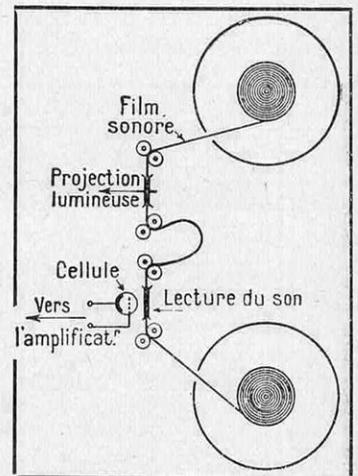
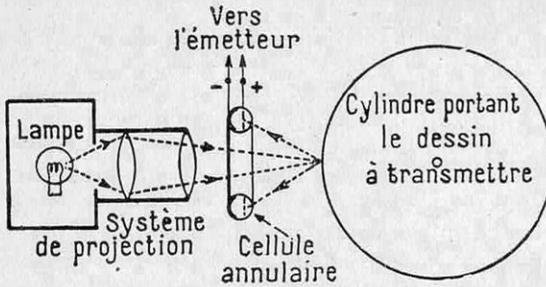

FIG. 7. — FONCTIONNEMENT D'UN APPAREIL DE PROJECTION D'UN FILM SONORE
FIG. 9. — SCHÉMA DE PRINCIPE DE LA TRANSMISSION DES IMAGES A DISTANCE
sion — où la couche sensible doit recevoir le plus grand flux lumineux possible — jusqu'aux cellules naines pour le cinéma parlant, dont certaines n'ont pas plus de 1 centimètre de diamètre. On peut encore citer l'iconscope de Zvorykine (1) où, sur une surface de 130 cm2 se trouvent assemblées plus de 150.000 cellules élémentaires. La figure 9 montre le schéma d'utilisation d'une cellule percée d'un trou central, ce qui lui donne la forme d'un anneau, employée pour la transmission des images à distance.
des cellules photoélectriques, il faut citer tout d'abord le film sonore, la transmission à distance des dessins et des photographies, et aussi la télévision, bien que cette dernière n'ait pas encore pris jusqu'à présent une grande extension. Nous ne nous étendrons pas ici sur les solutions qu'ont reçues ces trois problèmes ; leur intérêt est si grand qu'ils mériteraient chacun une étude spéciale. *La Science et la Vie* n'a pas manqué, d'ailleurs, de tenir ses lecteurs au courant des progrès successifs acquis dans ces différents domaines (1). Nous nous bornons à reproduire ici (fig. 7) le schéma d'un appareil de projection d'un film sonore. La figure 9 montre, d'autre part, comment s'opère l'exploration d'une image à transmettre par téléphotographie.